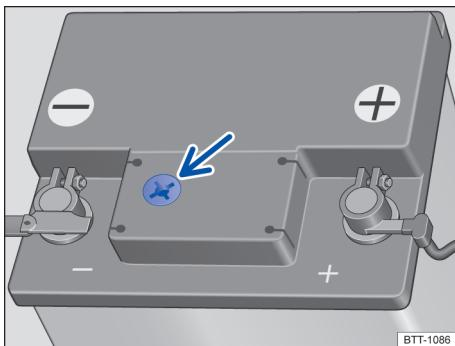

Fig. 179 Representação esquemática: visor no lado superior da bateria do veículo.
A bateria do veículo 12 V não requer manutenção. Se houver um visor de inspeção da bateria no lado de cima da bateria → Fig. 179, é possível verificar o nível de eletrólito da bateria.
- Providenciar iluminação suficiente, para poder reconhecer nitidamente o indicador de cores no visor circular na parte de cima da bateria do veículo 12 V → Fig. 179 (seta). Jamais utilizar chamas expostas ou objetos incandescentes como iluminação.